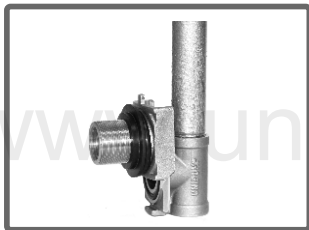

рисунок 1
3. Установите адаптер в позицию для монтажа (рис. 1) и соедините его с монтажным ключом.